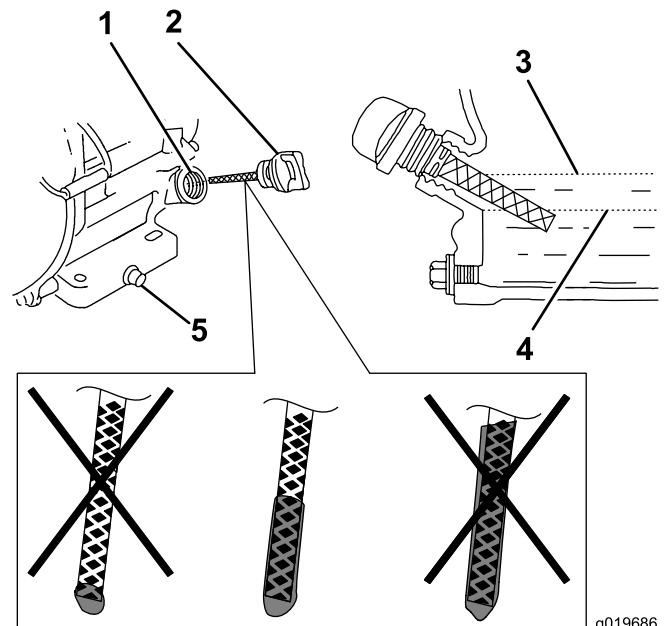

Figura 26
6. Retire la varilla y compruebe el nivel de aceite del motor (Figura 26).